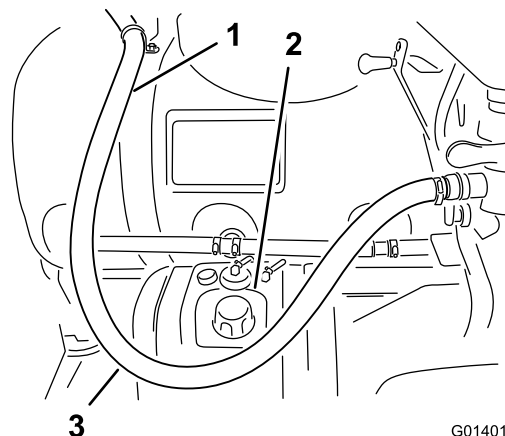

**Figura 24**
3. Alinhe a união flangeada do tubo do depósito com a flange dianteira do encaixe de drenagem em T (Figura 24).
4. Prenda o tubo do depósito à união em T e uma junta e um grampo flangeado (Figura 24).
5. Levante e baixe o misturador para garantir que o tubo do depósito não fica preso em outras partes do pulverizador (Figura 24).